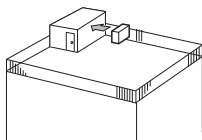

Fig. 2-3
- (1) Orientați gura de evacuare a aerului către cel mai apropiat perete la 35 cm distanță față de perete. (Fig. 2-3)